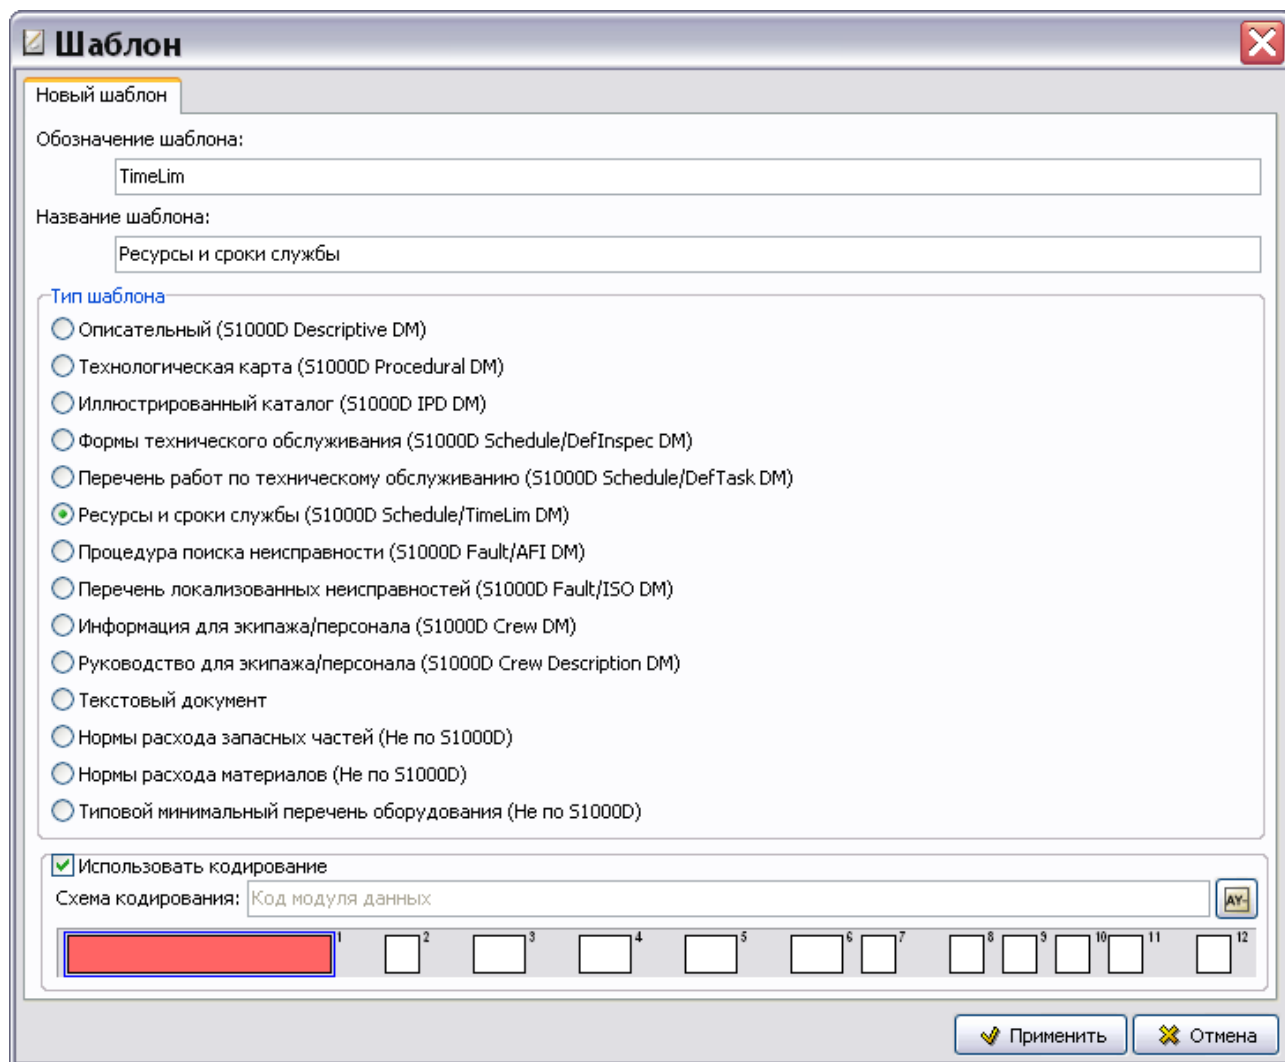

Рис. 3.45
2. В диалоговом окне **Шаблон** введите обозначение шаблона – «TimeLim» и название - «Ресурсы и сроки службы» (Рис. 3.45).
3. Укажите тип шаблона «Ресурсы и сроки службы (S1000D Schedule/TimeLim DM)» (Рис. 3.45).